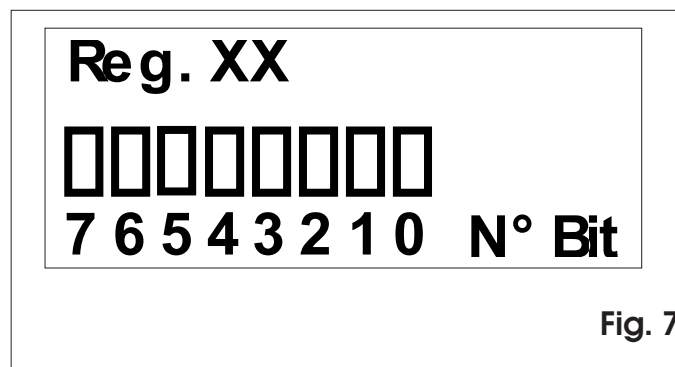

Fig. 7
- Introduire la valeur décimale ou bien, s'il faut modifier un seul bit, appuyer sur  pour sélectionner la modification de la valeur binaire et  ou bien  pour sélectionner le bit d'après la Fig. 7 et modifier la valeur. Le caractère X indique les bits dont la valeur dépend d'autres sélections et qui ne doivent pas être modifiés.